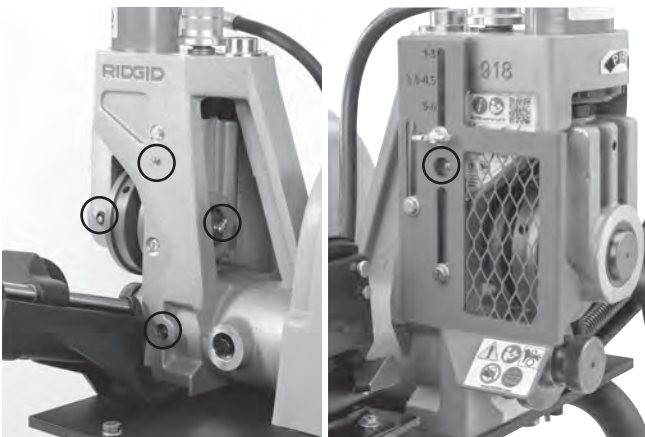

Abbildung 19 - Schmiernippel
- Schmieren Sie das Rollnutgerät an den Schmiernippeln (siehe Abbildung 19). Fügen Sie Fett hinzu, bis eine kleine Menge herausgedrückt wird.